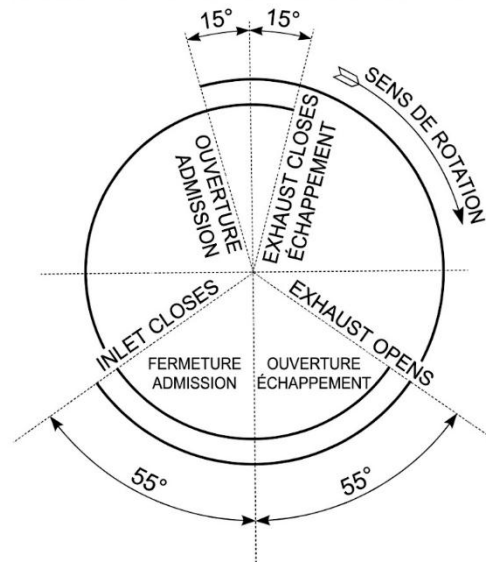

Fig. 25 : Le diagramme de calage des soupapes de la TR2.
- D'après le diagramme de distribution **(Fig. 25)**, on observera que la soupape d'admission s'ouvre à **15° avant le PMH (B.T.D.C.)** et la soupape d'échappement se ferme à **15° après le PMH (A.T.D.C.)**. Une valeur de 15° avant ou après le PMH équivaut à une course de piston de **.081" (2,05 mm)**.